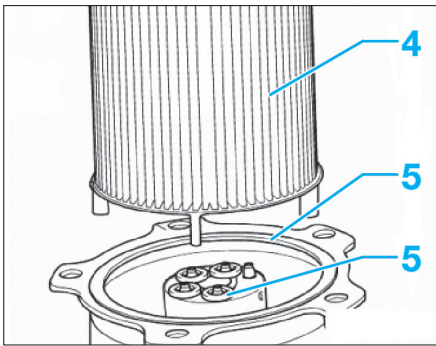
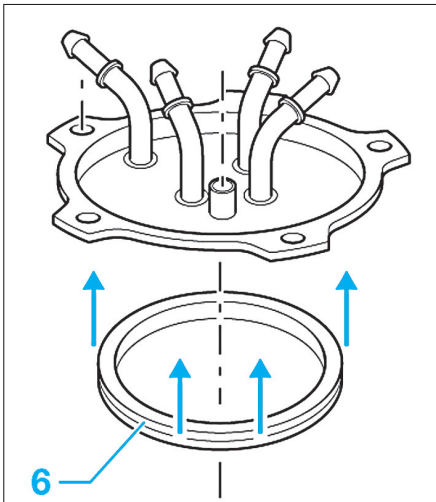

Fig. 54
Fig. 55
- Déposer le filtre à combustible (4) (Fig.54).
À la repose, remplir préalablement le corps de filtre de carburant propre, afin de faciliter le réamorçage du circuit, remplacer les joints d'étanchéité (5) et (6) (Fig.54) et (Fig.55), puis serrer les vis (2) en diagonale.